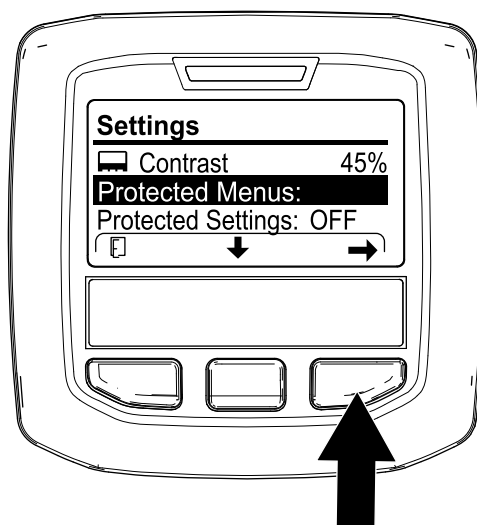

Figura 123
4. Apăsai butonul central InfoCenter până când este selectată opțiunea PROTECTED MENUS (Meniuri protejate) (Figura 123), apăsai butonul din dreapta și introduci codul PIN din 4 cifre (de exemplu, 1 2 3 4).